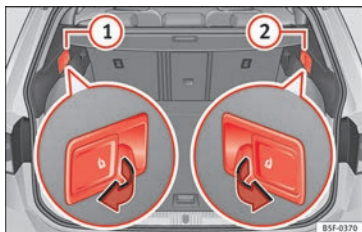

Fig. 156 En el maletero: palancas para desbloqueo a distancia de las partes izquierda (1) y derecha (2) del respaldo trasero.
- Tire de la palanca de desbloqueo a distancia de la parte izquierda » fig. 156 (1) o derecha (2) del respaldo en el sentido de la flecha. La parte desbloqueada del respaldo trasero se abate automáticamente hacia delante.